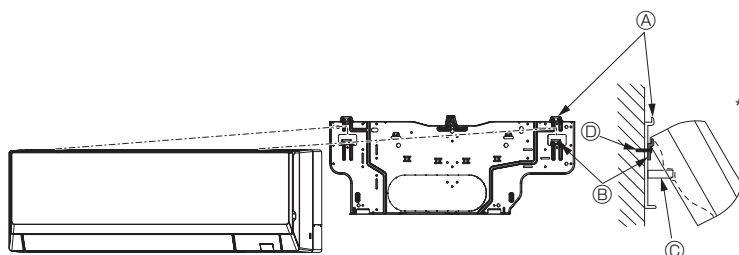

Fig. 3-13
- Si l'appareil intérieur ne peut être suspendu et soulevé à l'aide du crochet classique (la dimension de 2.1. ④ (espace entre le plafond et l'appareil) est de 75 mm ou moins), suspendez l'appareil sur le crochet inférieur du tuyau gauche. (Fig. 3-13)
(Fig. 3-13)